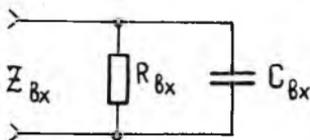

Рис. 1
1. Схема замещения входной цепи вольтметра изображена на рис. 1.